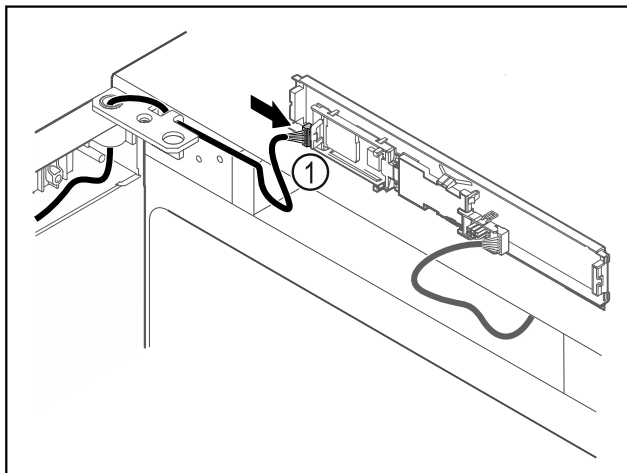

Fig. 59
- Připojte zástrčku Fig. 59 (1) na desku.